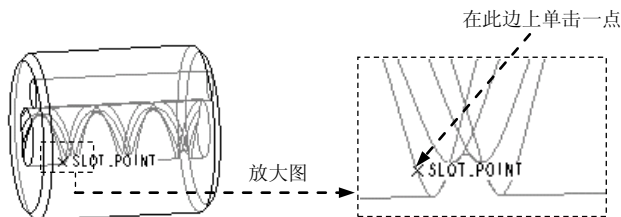

图 3.1.21 域点应用
练习要求：打开图 3.1.21 所示的 reverse_block.prt 零件模型，在螺旋特征上的某一位置创建一个基准点（在后面的章节中，在定义“定义槽—从动机构”时，会用到该基准点）。操作过程如下：
Step3. 在图 3.1.21 所示的螺旋特征的边线上单击，系统即创建基准点。